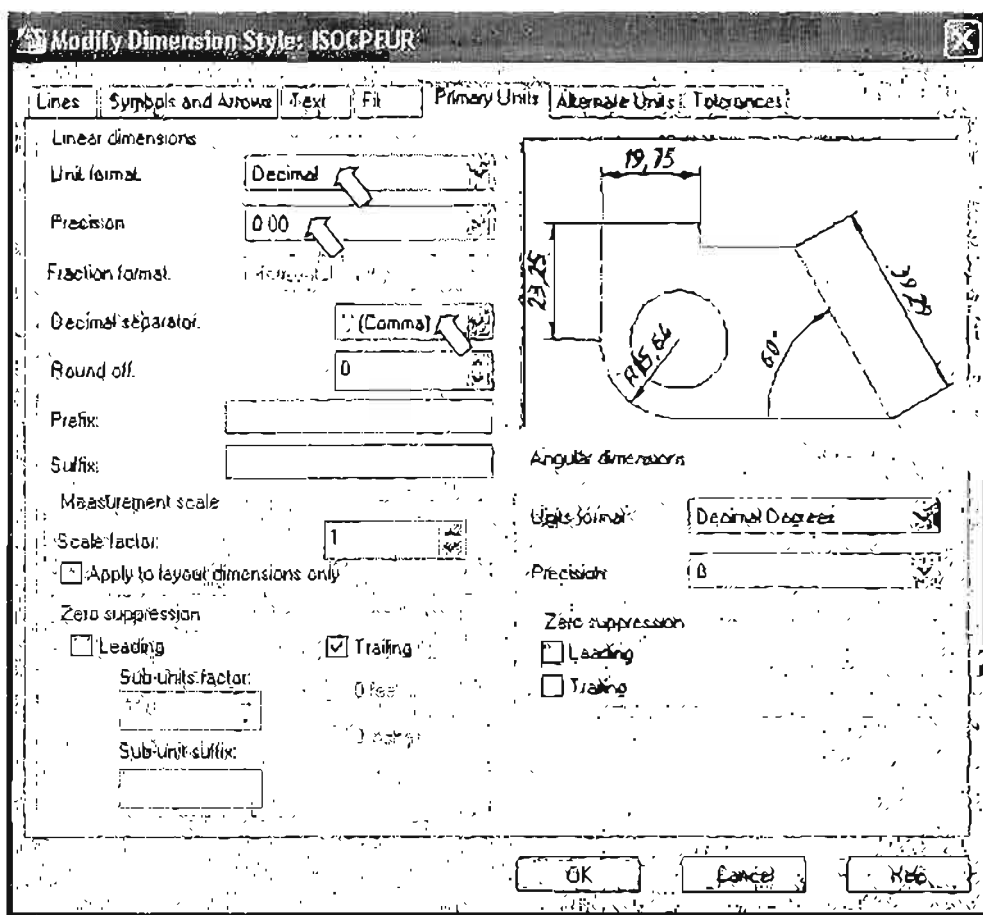

Рис. 3.20 Диалоговое окно Modify Dimension Style на вкладке Primary Units с установками нового размерного стиля ISOCPEUR
5. На вкладке **Primary Units** (Основные единицы) (рис. 3.20) задаются формат, точность основных единиц, а также префиксы и суффиксы размерного текста.